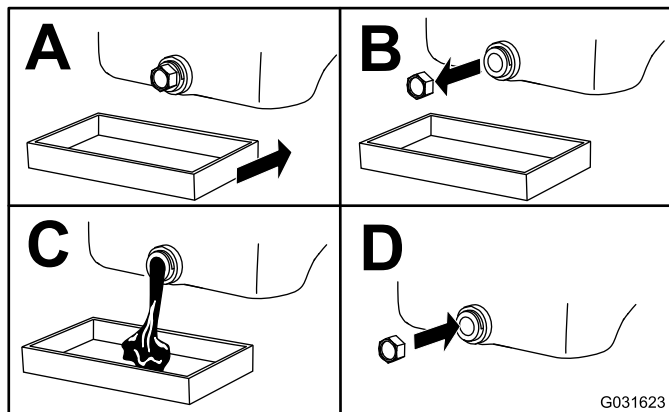

Рисунок 47
- Замените масло в двигателе, как показано на Рисунок 47.